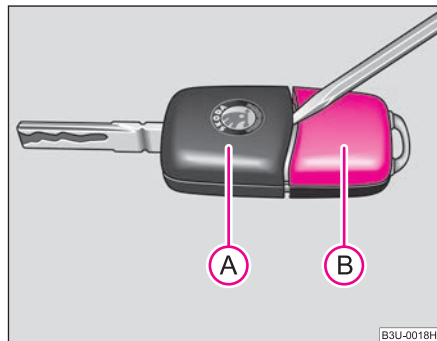

Fig. 20 Desfacerea cheii cu telecomandă
Fiecare cheie principală conține o baterie, care se găsește în capacul carcasei emițătorului (B) ⇒ fig. 20. Vă recomandăm să vă adresați unei unități service Škoda pentru înlocuirea bateriei cheii. Dacă doriți totuși să înlocuiți singur bateria, procedați în felul următor:
- Desprindeți cheia (A) ⇒ fig. 20 cu ajutorul unei șurubelnițe de carcasa (B).